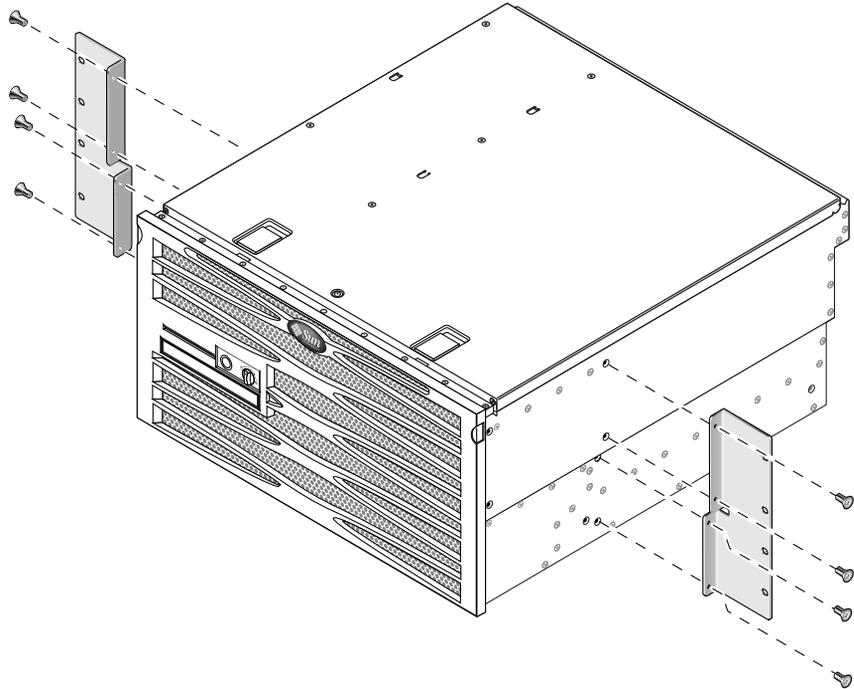

FIGURA 3-24 Fijación de los soportes laterales a los lados del servidor
2. Mediante ocho de los tornillos Phillips M5 × 8 mm (cuatro tornillos por cada soporte lateral), fije los soportes laterales a los lados del servidor (FIGURA 3-24).